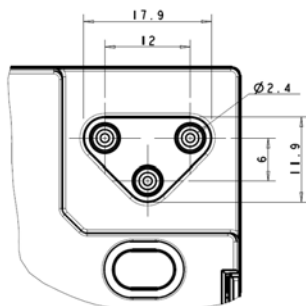

Рис. 4
- B: Треугольный разъем SP1 (Рис. 4);